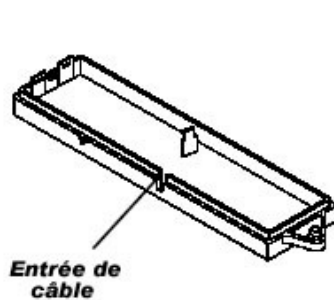
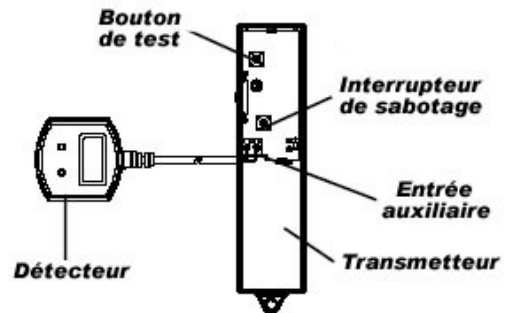

Fig. 1
Fig. 2
1. Desserrez la vis de l'émetteur radio et ouvrez le couvercle. Utilisez une pince ou un cutter pour casser le plastique de l'arrivée du câble (Fig. 1). Connectez le capteur aux bornes d'entrée du circuit de l'émetteur puis placez 2 piles alcalines de type AAA (Fig. 2).